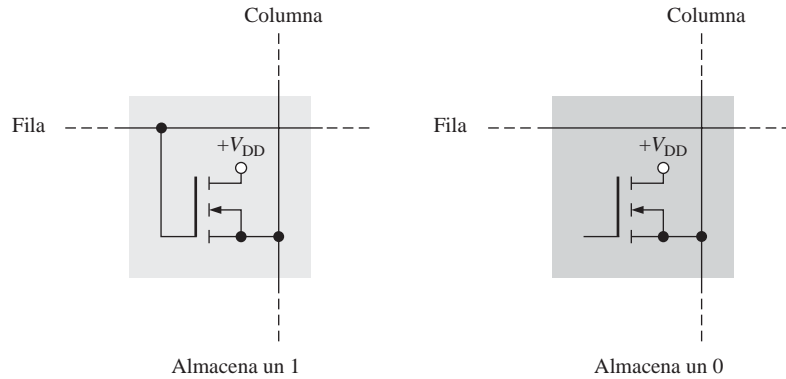

FIGURA 10.23 Celdas ROM.
La Figura 10.23 muestra celdas MOS de una ROM. La presencia de una conexión desde una línea de fila a la puerta de un transistor representa un 1 en esa posición, ya que, cuando la línea de fila está a nivel ALTO, todos los transistores con conexión de puerta a esa línea de fila conducen, y ponen a nivel ALTO (1) a las líneas de columna asociadas. En las uniones de fila/columna en las que no existe conexión de puerta, las líneas de columna permanecen a nivel BAJO (0) cuando se direcciona la fila.